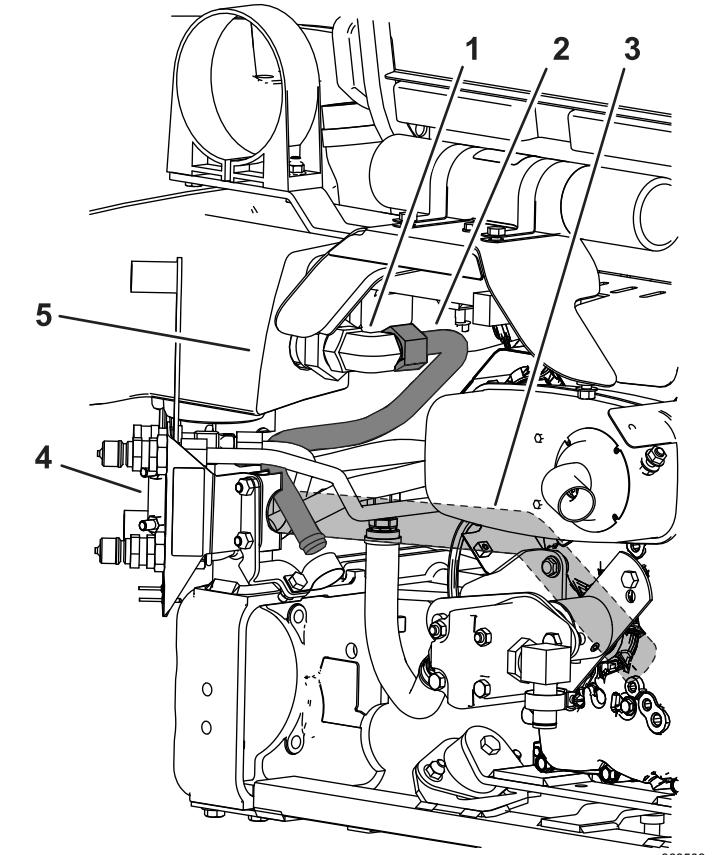

图 25
- 4. 将 3 号液压管线放入机器如 图 25 所示。
- 5. 将 3 号液压管线安装到已安装至滤网和液压油箱的大 90 度弯头 图 25。